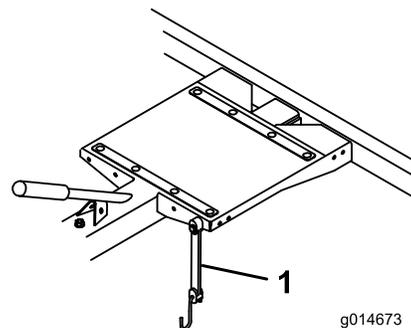

Bild 15
4. Befestigen Sie den Grünsmäher während des Transports mit dem Bungee-Seil auf dem Anhänger (Bild 15). Sie können das Bungee-Seil in verschiedene Befestigungslöcher versetzen, um es unterschiedlichen Mähern anzupassen.